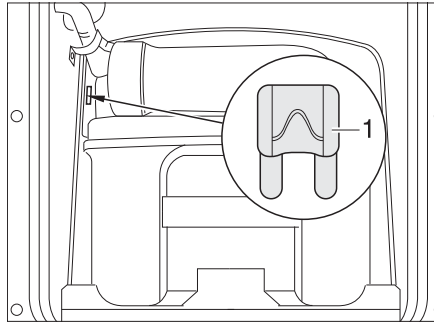
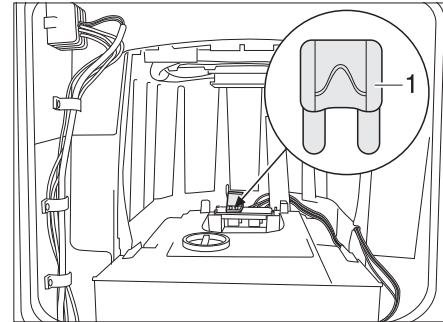

Fig. 239 Fusible del inodoro Thetford
Fig. 240 Fusible del inodoro Thetford (alternativa)
- Cambiar el fusible (Fig. 239,1 ó Fig. 240,1).